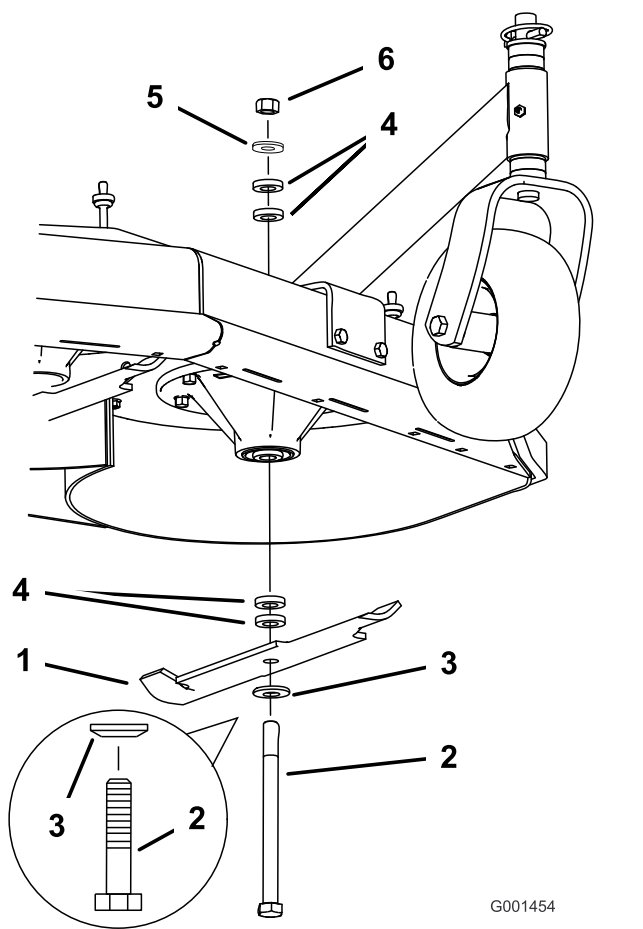

Figure 51
2. Enlevez de l'axe, l'écrou, le boulon de lame, la rondelle bombée, la lame, les entretoises et la rondelle mince (Figure 51).
1. Placez la rondelle bombée puis la lame sur le boulon. Choisissez le nombre correct d'entretoise(s) pour la hauteur de coupe, et insérez le boulon dans l'axe (Figure 51).
2. Posez la ou les dernière(s) entretoise(s) et fixez-la ou les en place avec une rondelle mince et un écrou (Figure 51).